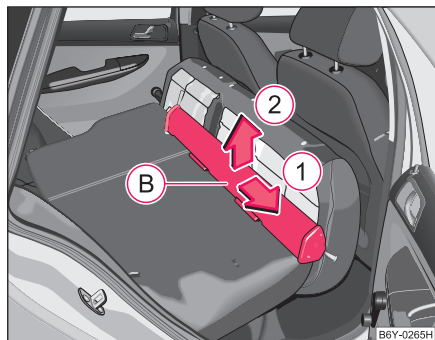

Fig. 61 Scaunele din spate: Carcasa pentru peretele de plasă despărțitor
- Trageți carcasa pentru peretele de plasă despărțitor **B** ⇒ Fig. 61 în direcția săgeții ① și scoateți carcasa din spațiul din spătarul banchetei spate, în direcția săgeții ②.